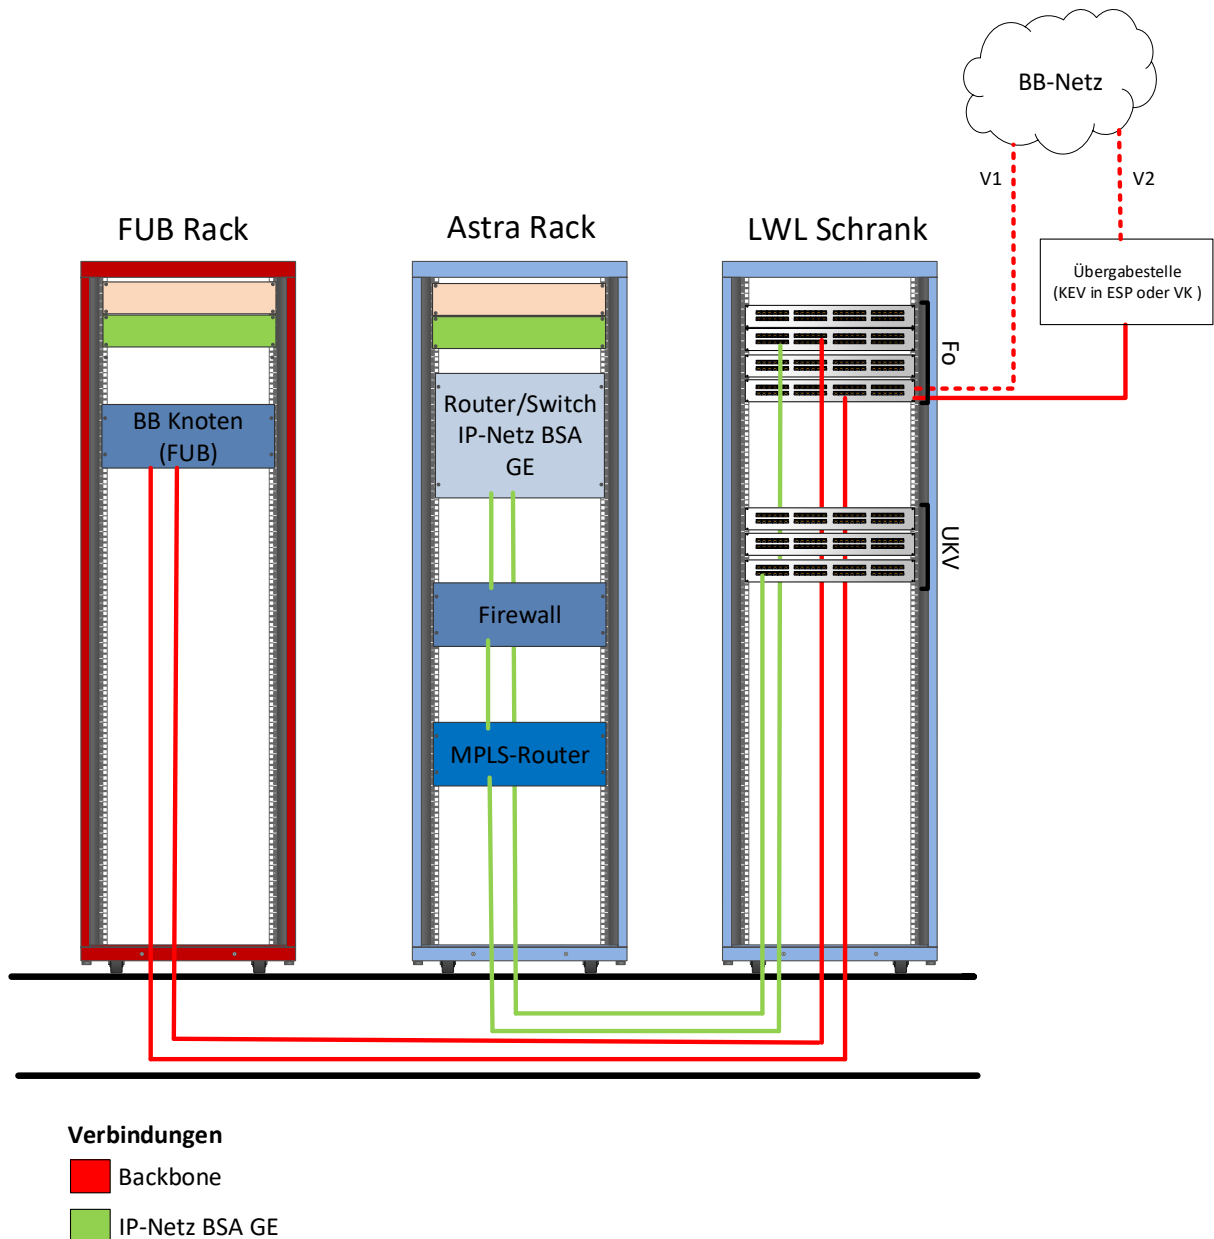

Abbildung 2: Anschluss des FUB Netzes an das ASTRA GE Netz in einem BB-Standort über die zwei verschiedenen Anschlussvarianten V1 oder V2.
- Betrieb zwischen FUB und ASTRA gemäss Abbildung 2 wird bis März 2021 geklärt sein.
- Falls die LWL-Verbindung des FUBs nicht direkt in den LWL-Schrank des BB-Standorts des ASTRA gelangt und auf offener Strecke mit dem ASTRA LWL-Netz verbunden wird (V2 gemäss Abbildung 2), geschieht dies immer mit einem KEV in einem Verteilkasten (VK) oder Elektrostützpunkt (ESP) als Übergabestelle. Somit sind Spleissungen zwischen FUB und ASTRA LWL-Netz ausgeschlossen.
- Es werden keine Direktverbindungen zwischen FUB Schrank und GE KOM Schrank realisiert. Die Verbindung zwischen BB-Bund Netzwerkkomponente und ASTRA-Netz geschieht immer via den in Abbildung 2 gezeigten LWL-Schrank, da dies dem Infrastruktur Konzept der GEs entspricht.
- FUB Zuständigkeit ist ab gestrichelter Linie gemäss Abbildung 2
- Falls das LWL Kabel direkt vom Backbone-Bund Netz auf den ASTRA LWL-Schrank kommt (V1 in Abbildung 2), ist FUB ab Patchkabel LWL-Schrank zuständig
- Falls das LWL Kabel vom Backbone-Bund Netz an einer Übergabestelle mit dem ASTRA Netz gepatched wird (V2 in Abbildung 2), ist FUB ab Patchkabel KEV in ESP oder VK an Übergabestelle zuständig